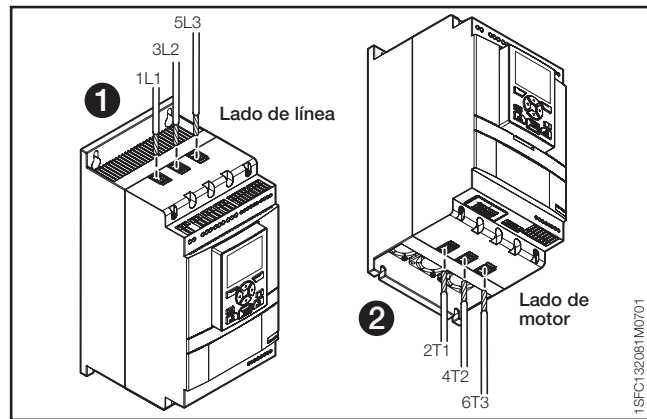
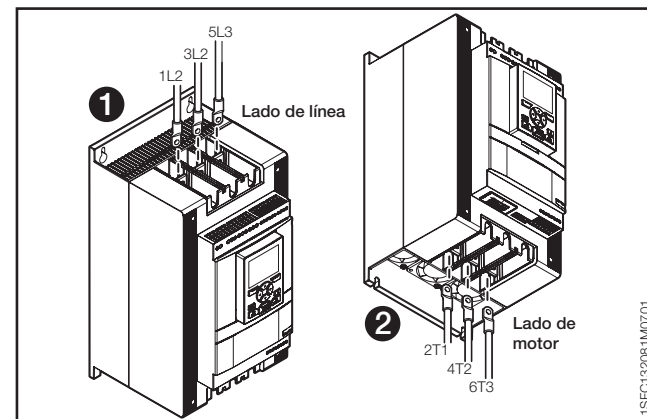

Figura 2.2
Figura 2.3
2. Conecte el circuito principal: terminales 1L1 - 3L2 - 5L3 al lado de la línea ① y los terminales 2T1 - 4T2 - 6T3 al lado del motor ②, consulte la **Figura 2.2.** Use las conexiones de los cables de PSTX30...105, consulte la **Figura 2.2** y la conexión de los terminales de PSTX142...570, consulte la **Figura 2.3.**
3. Conecte el lado de la línea de los terminales 1L1, 3L2, 5L3. Consulte ① y la **Figura 2.2.** Conecte el motor a los terminales 2T1, 4T2, 6T3 del lado del motor, consulte ② en la **Figura 2.2** y la **Figura 2.3.**